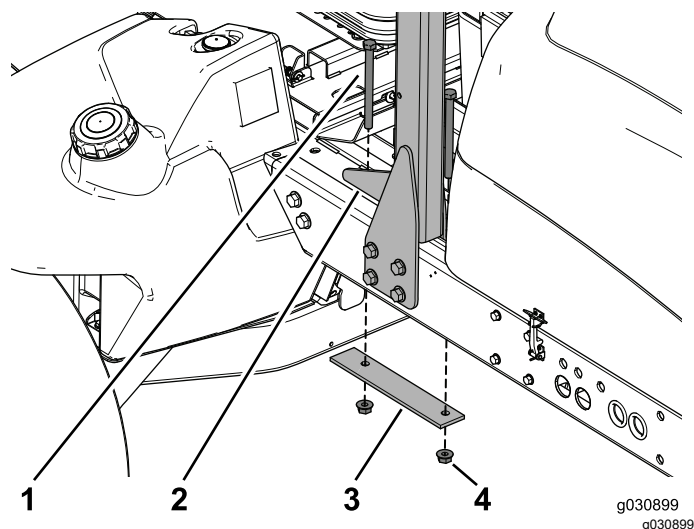

Figura 4
3. Retire e guarde os dois parafusos, a placa de reforço e as duas porcas flangeadas que prendem a barra de segurança à parte superior da estrutura (Figura 4).